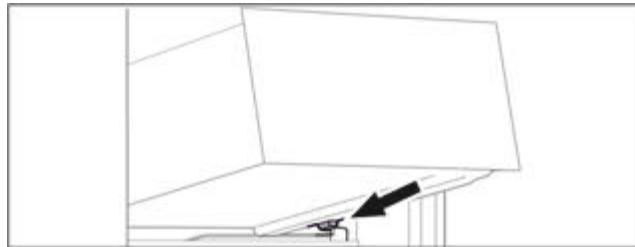

Fig. 76
- Встановити висувний ящик за стопорами на ребро для резервуару навскоси. (див. Fig. 76)